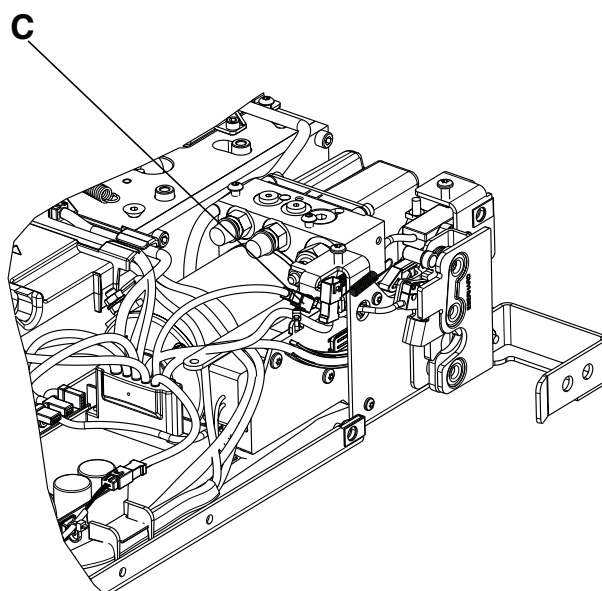

Figure 18 – Ensemble de câble principal
3. Débrancher le câble (C) entre l'actionneur du chariot et l'ensemble de câble principal (Figure 18).